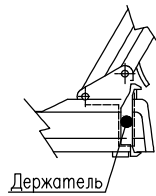

Рис.2
4.4. Вставить в струбину или отверстие подставки параллелограммную стойку с плафоном. При установке светильника в подставку зафиксировать стойку с плафоном при помощи держателя, входящего в комплект подставки. Держатель установить со стороны основания подставки в соответствии с рис. 2.